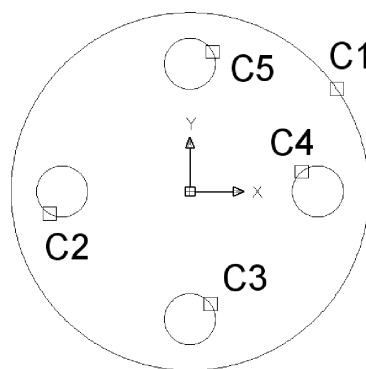

Fig. 10.34 Conturul flanșei și al găurilor
- Se începe prin desenarea conturului flanșei orizontale și al găurilor din flanșă – Fig. 10.34. Dialogul este: